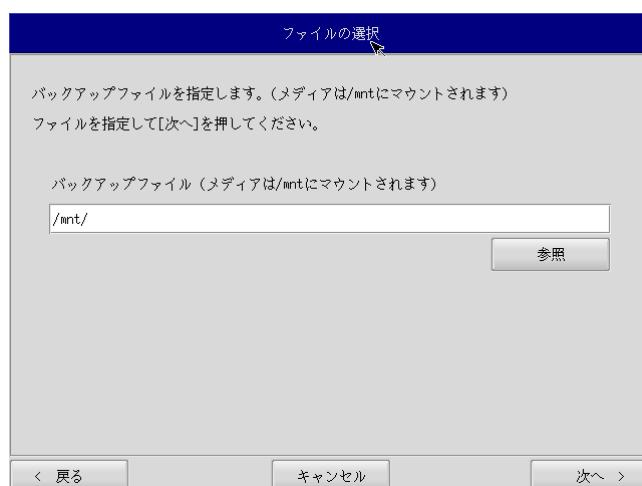

図6-4-2. ファイル選択画面
- ③ ファイル選択画面（図6-4-2）が表示されます。[参照]ボタンを押します。
- ⑤ ファイル選択画面（図 6-4-2）で指定したバックアップファイルが入力されていることを確認します。[次へ]ボタンを押します。